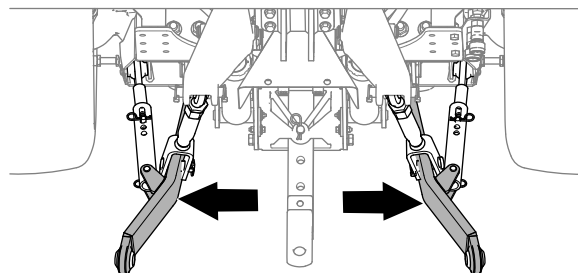

Рисунок 20
4. Отрегулируйте рычаги стабилизатора (Рисунок 20) до упора по направлению наружу; см. Руководство оператора для буксирной машины.